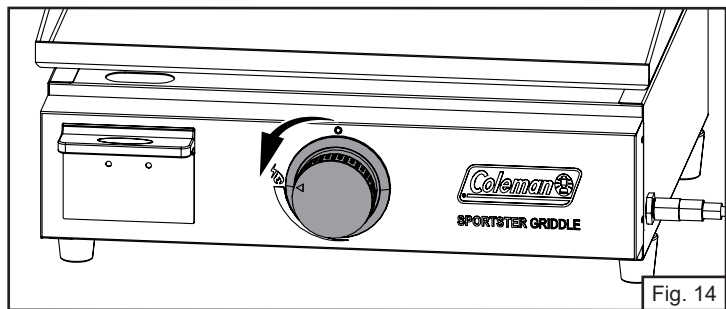

Fig. 14
3. Gire la perilla de control en el sentido contrario al de las agujas del reloj para encenderlo (Fig. 14).